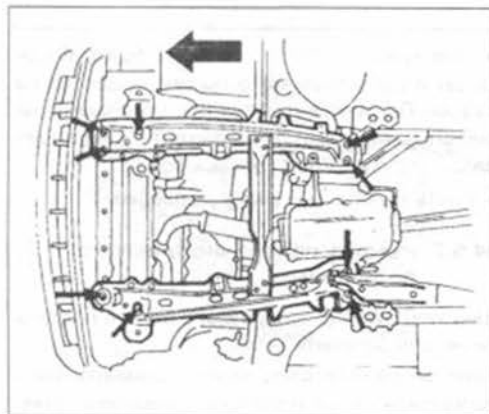

Рис.192.
- При установленном управлении четырех колес освободить показанные на рис.192 болты обоих лонжеронов.